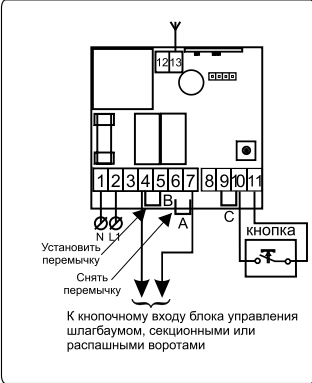

Рисунок 7.
- Удалить перемычку между контактами 6 и 7 (см. рис. 7, обозначение А). Теперь контакты исполнительных реле устройства гальванически развязаны с сетью ~230 В — можно коммутировать нагрузку до 3 А ~250 В или 3 А=30 В.
- Установить перемычку между контактами 4 и 5 (см. рис. 7, обозначение В). Перемычка, установленная между контактами 4 и 5, обеспечивает замыкание контактов реле при каждом нажатии на кнопку мини-пульта. Соединить контакты 7 и объединенные перемычкой контакты 4 и 5 устройства с контактами для подключения кнопки пошагового управления блока управления воротами, шлагбаумом.